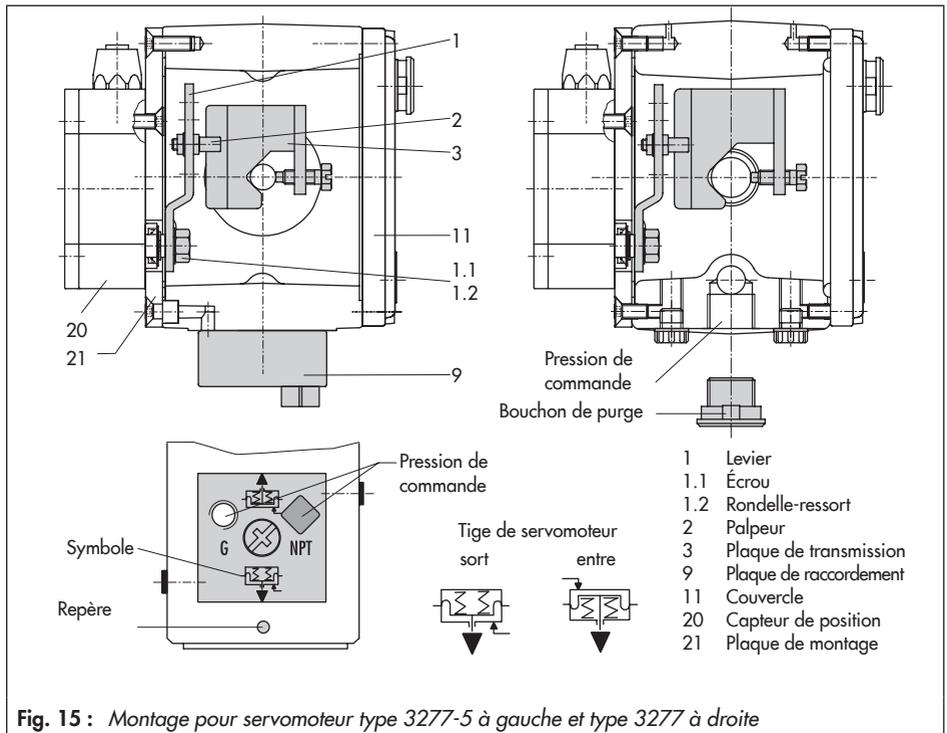

Fig. 15 : Montage pour servomoteur type 3277-5 à gauche et type 3277 à droite
Servomoteur type 3277-5 de 120 cm² (Fig. 15)
La pression de commande du positionneur est transmise à la chambre de membrane du servomoteur par le raccord de la plaque de raccordement (9, Fig. 15, à gauche). Visser en premier lieu la plaque de raccordement (9) sur l'arcade du servomoteur.
- Positionner la plaque de raccordement (9) de sorte que les symboles « Tige sort par manque d'air » ou « Tige entre par manque d'air » se trouvent en face du repère (Fig. 15, en bas).
- Veiller au positionnement correct du joint plat dans le logement de la plaque de raccordement (9).